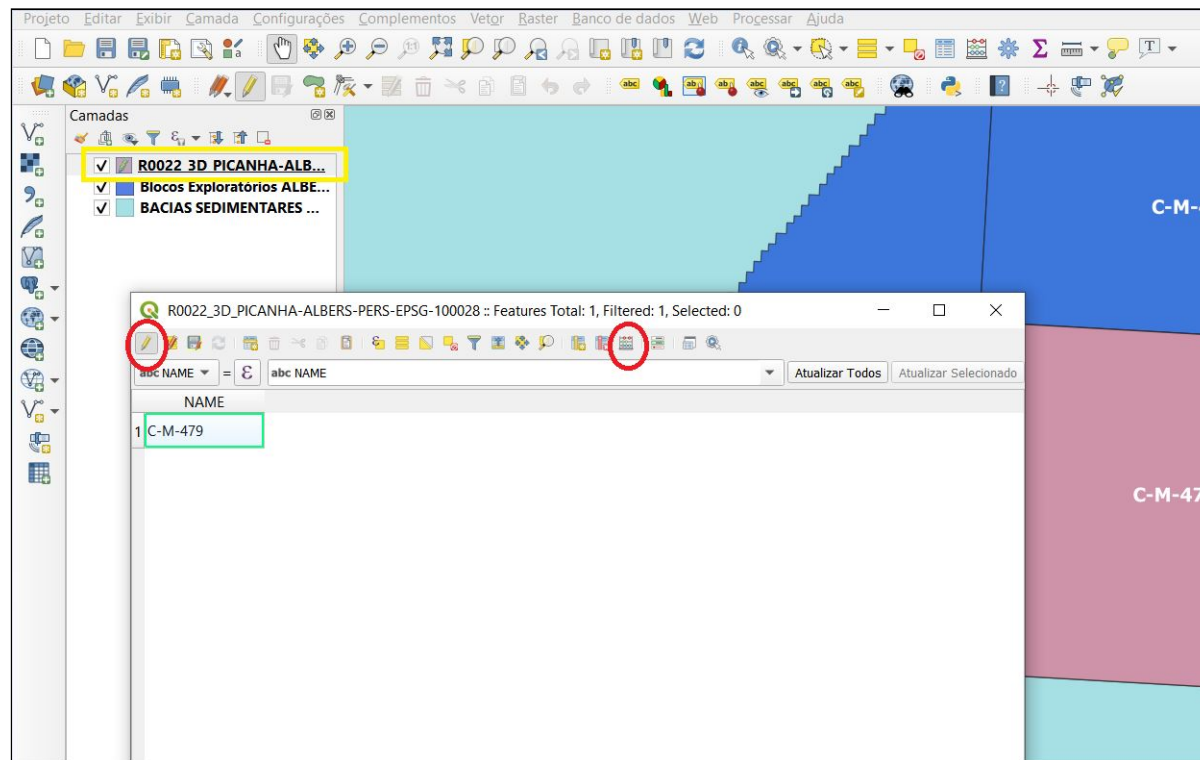

Figura 11 - Habilitando a Edição e abrindo a Calculadora de Campo - Fonte: ANP
- Clicar com o botão 3 e abrir a **Tabela de Atributos** e em seguida clicar no ícone do lápis para habilitar a edição (Figura 11).
- Clicar no ícone do ábaco para abrir a Calculadora de Campo (Figura 11)